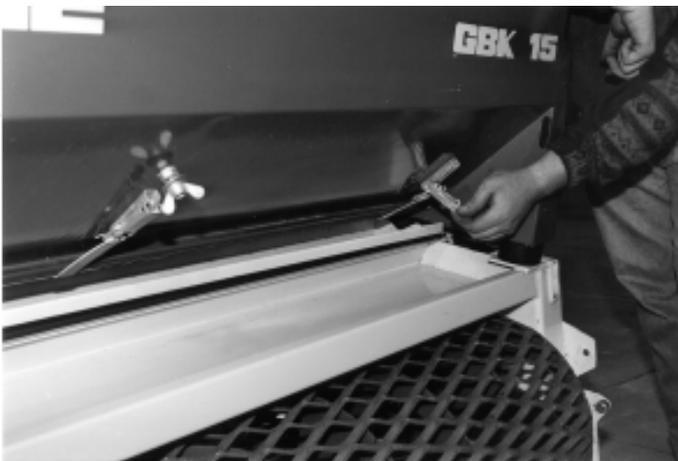
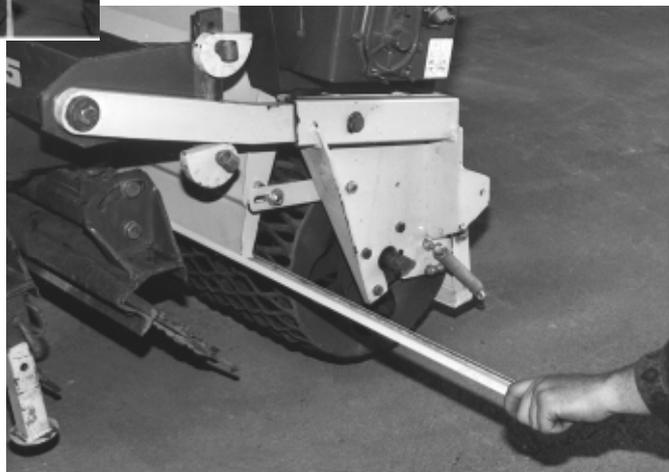

fig. 13
fig. 14
- abrir los bloqueos de la chapa de fondo (fig. 13) y hacerla pivotar hacia abajo. La semilla se desliza en la boquilla y después en el saco a medida que se retira la deslizadera de la boquilla (fig. 14),